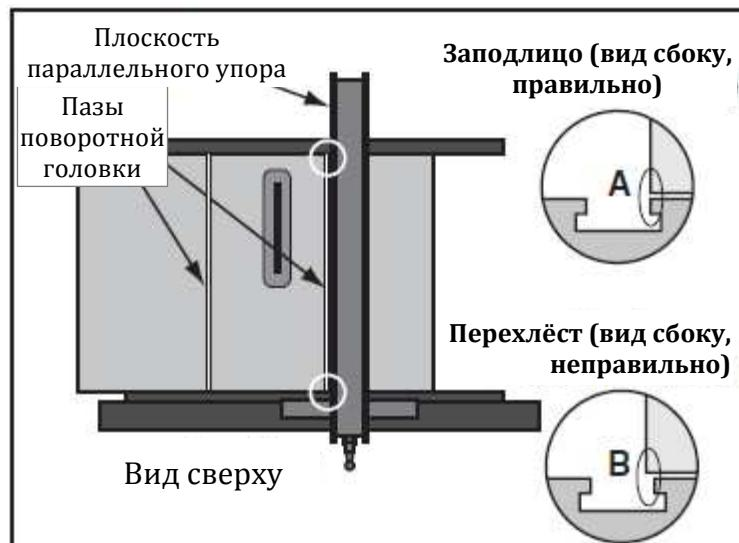

Рис. 80. Регулировка параллельного упора по пазу поворотной головки
5. Сдвинуть параллельный упор к правому краю паза поворотной головки, как показано на рис. 80, и зафиксировать его.